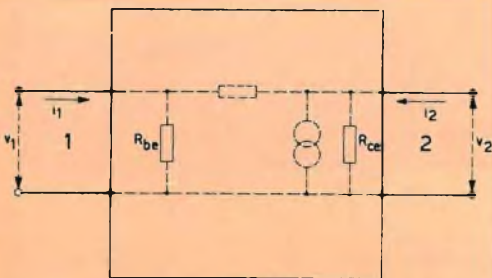

Fig. 15
I parametri che stiamo per stabilire vengono definiti come rapporti tra quantità elettriche. Nel circuito di fig. 15 sono indicate molto evidentemente le tensioni e le correnti presenti nel circuito d'ingresso (1) e nel circuito di uscita (2).